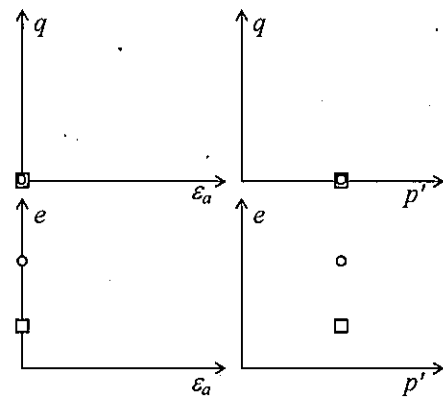

図 1 (Figure 1)
(1) CD試験における正規圧密粘土と過圧密粘土のせん断時の応答について、図 1 に示すようなグラフを用いて定性的に説明せよ。
Illustrate the shearing behavior of normally consolidated and over-consolidated clay samples in the CD test qualitatively using the graphs as Figure 1.
- (2) CU試験における正規圧密粘土と過圧密粘土のせん断時の応答について、図1に示すようなグラフを用いて定性的に説明せよ。
Illustrate the shearing behavior of normally consolidated and over-consolidated clay samples in the CU test qualitatively using the graphs as Figure 1.